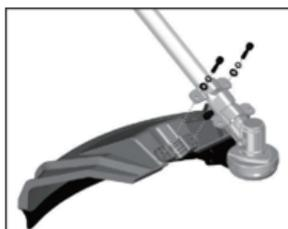

Fig.3-1
1. Coloque la protección en el accesorio. (fig. 3-1)